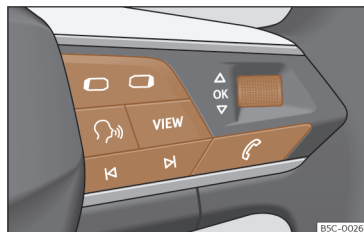

Fig. 65 Lado derecho del volante multifunción: teclas para utilizar los menús y las indicaciones informativas del cuadro de instrumentos (según versiones).
Mientras haya una advertencia con prioridad 1 >>> pág. 81, no se podrá acceder a ningún menú. Algunas advertencias se pueden confirmar y ocultar con la tecla **OK** del volante multifunción >>> **fig. 65**.
- Si se muestra un mensaje o el pictograma de un vehículo, pulse la tecla **OK**»» fig. 65; si es necesario, varias veces.
- Para cambiar de menú use las teclas **◀** o **▶**»» fig. 65.
- Para abrir el menú o la indicación informativa que se muestre, pulse la tecla **OK**»» fig. 65 o espere algunos segundos hasta que el menú o la indicación informativa se abra automáticamente.
- En el menú visualizado, gire la ruedecilla derecha del volante multifunción»» fig. 65 hasta que se marque la opción de menú deseada. La opción aparece enmarcada.
- Pulse la tecla **OK**»» fig. 65 para realizar las modificaciones deseadas. Una marca indica que la función o el sistema en cuestión están activados.
Pulse la tecla **◀** o **▶**»» fig. 65.